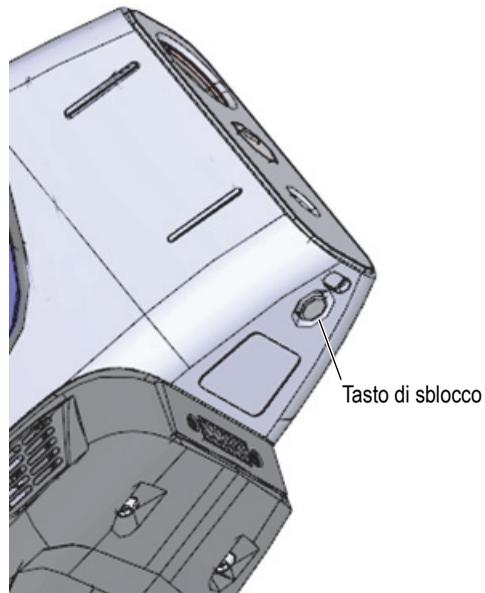

Figura 4-2 Tasto di sblocco della componente frontale del telaio al di sotto della parte frontale dell'analizzatore
2. Spingere saldamente il tasto posizionato al di sotto della parte frontale dell'analizzatore per sbloccare dalla parte inferiore la componente frontale del telaio (vedere Figura 4-2 a pagina 91).